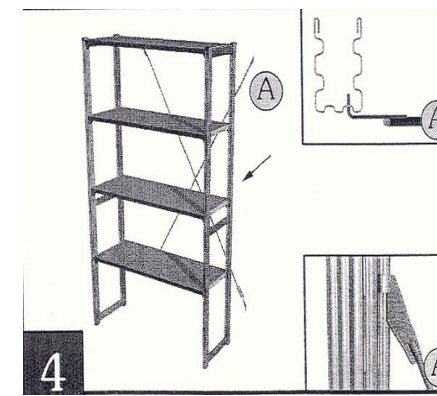

Рис.4 Установка крестовины жесткости
4. Крестовина жесткости располагается с задней стороны стеллажа, вставьте зацепы крестовины жесткости в отверстия торца противоположных спаренных стоек на одном уровне, соединение длинных и коротких прутков крестовины происходит с помощью талрепов (крюк-крюк). **(рис.4)**,